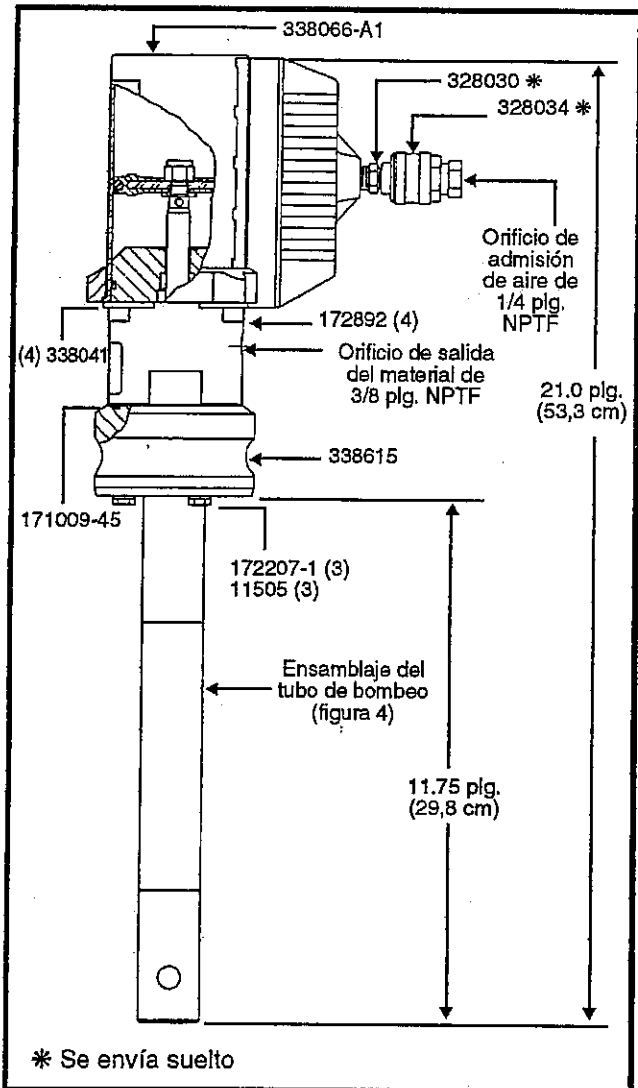

Figura 2: Bomba de alta presión modelo 9630
2. Retire los cuatro tornillos 171892 y los cuatro fijadores 338041 que conectan el ensamble del motor de aire comprimido 338066-A1 al cuerpo de la bomba (Figura 2 ó 3).